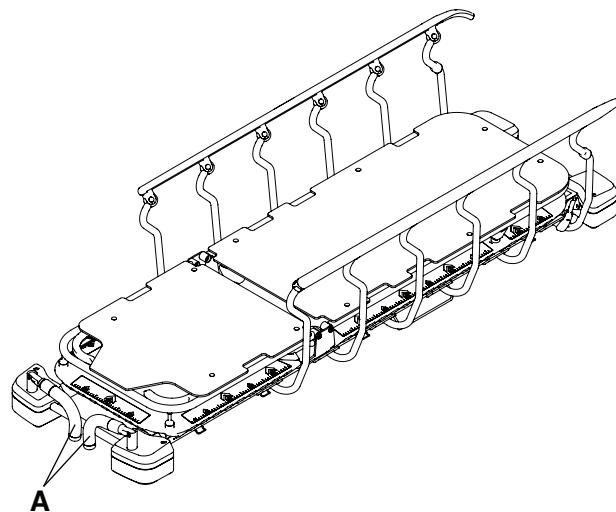

Figura 8 – Plierea manetelor de împingere de la capătul pentru cap
4. Inversați pașii pentru a plia manetele de împingere de la capătul pentru cap (A) (Figura 8).